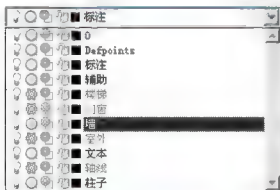
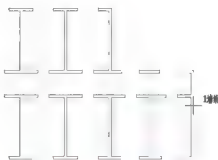

图 2.135 冻结部分图层
图 2.136 选择要编辑的墙线
(1) 将【楼梯】、【门窗】、【室外】和【轴线】图层冻结,如图 2.135 所示。
(2) 执行菜单栏中的【修改】|【对象】|【多段线】命令(快捷键 PE),启动【编辑多段线】命令。
① 在选择多段线或[多条(M)]:提示下,选择图 2.136 所示的 1 墙外墙线,此时该墙线变虚。